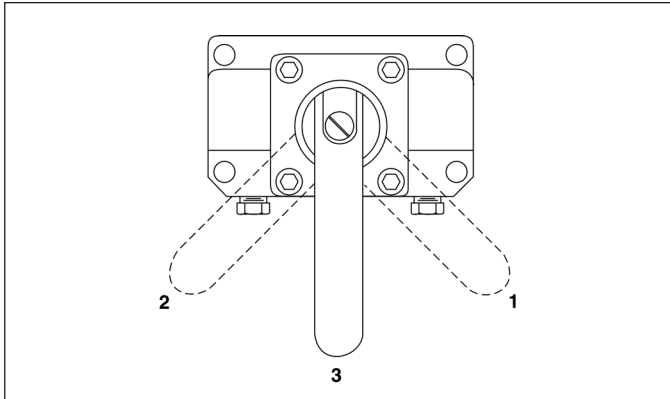

Abbildung 8
5.2 Pumpensteuerventil (Abbildung 8)
Das Pumpensteuerventil steuert die Zufuhr, bzw. den Rücklauf der hydraulischen Flüssigkeit zu, bzw. von den Hydrauliksystemkomponenten. Diese Modelle verfügen über Dreiwegeventile mit jeweils zwei Stellungen. Die Ventilstellungen sind in Abbildung 8 dargestellt: 1 - Ausfahren 3 - Einfahren.
Die Pumpenmodelle PUJ-1400B/E und PUJ-1401B/E verfügen über Vierwegeventile mit jeweils drei Positionen zum Einsatz mit doppeltwirkenden Zylindern, deren Aus- und Einfahrbewegung hydraulisch aktiviert wird. Die Ventilstellungen sind in Abbildung 8 dargestellt: 1 - Ausfahren 2 - Einfahren 3 - Leerlauf